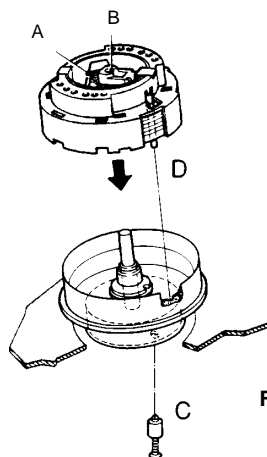

Fig. 8
- Referenzstift "C" (jeder Service-Kopfscheibe beige packt) durch das Loch im Scannermotor einschieben und die Kopfscheibe solange verdrehen, bis dieser im Loch des Rotors einschnappt (Fig. 8).
- Kopfscheibe in der Mitte mit einer Kraft von 1N niederdrücken (Schutzkappe "B"; Fig. 8).
- Insert the reference pin "C" (delivered with each service headwheel) into the hole on the bottom of the scanner motor and turn the headwheel until the pin locks into the hole of the rotor (Fig. 8).
- Press the headwheel down at the centre of the protecting cap "B" (Fig. 8) with a force of 1N.